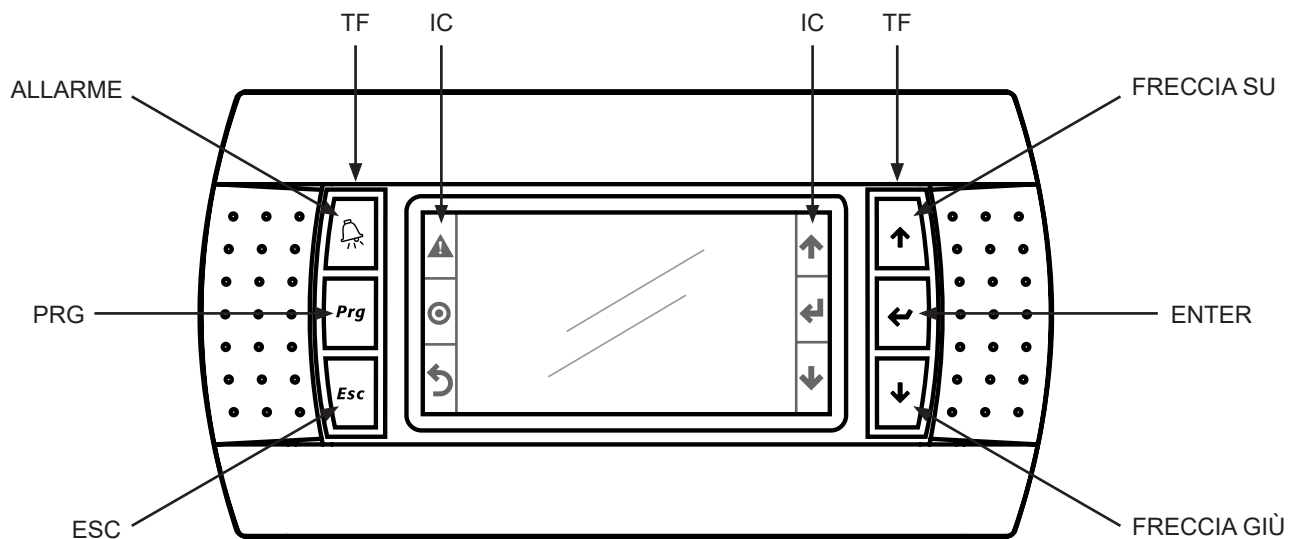

Figura 14
- 9.10 Il pannello remoto (A2) è costituito da un display centrale e da 3+3 tasti fisici laterali: alla sinistra del display si hanno i tasti "ALLARME", "PRG", "ESC", alla destra i tasti "FRECCIA SU", "ENTER", "FRECCIA GIÙ". Si veda la Figura 14. La funzione dei tasti fisici TF viene esplicitata dalle corrispondenti icone IC sul display.